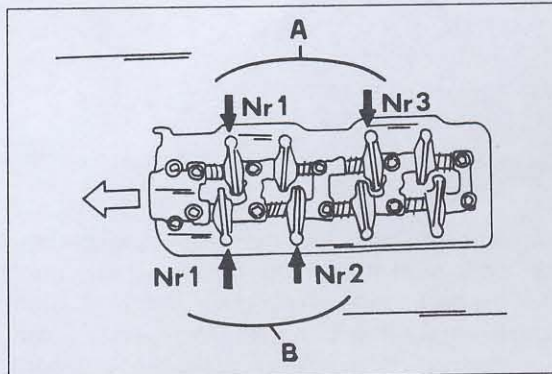

Bild 76
- Motor durchdrehen, bis das entsprechende Ventil geschlossen ist und das Spiel kontrollieren. Dies lässt sich am besten durchführen, indem man den Kolben des ersten Zylinders auf den oberen Totpunkt bringt und in dieser Motorstellung alle in Bild 76 mit den Buchstaben "A" und "B" gezeigten Ventile einstellt. Die obere Reihe gibt die Ventile der Auslassseite an.